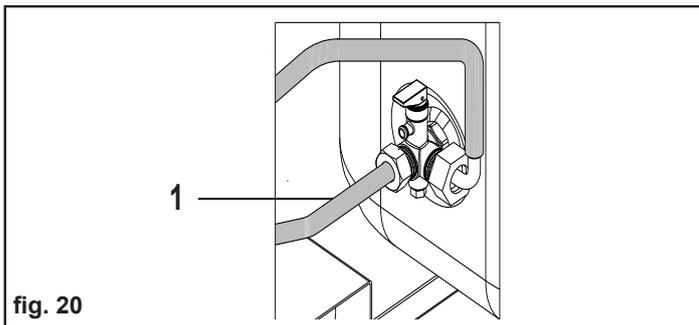

fig. 20
- Prestare particolare attenzione al posizionamento verticale (fig. 20).
- Collegare la rampa ingresso acqua (1) di rete alla valvola di sicurezza (fig. 20).